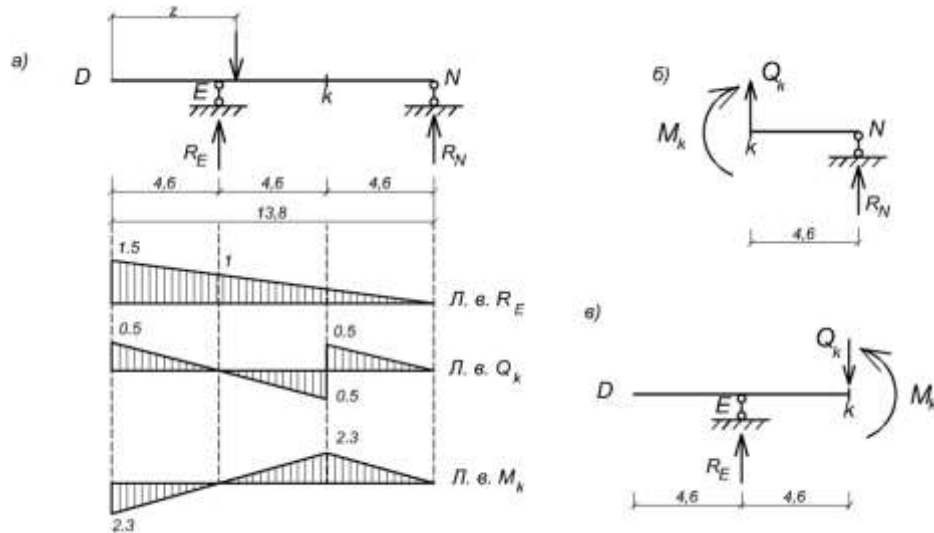

Рисунок 5
2.1. Линия влияния опорной реакции R_E (рис. 5):
Задавая абсциссами z в характерных точках, получим значения ординат линии влияния реакции R_E (рис. 5-б)
Рассмотрим равновесие правой части (рис. 5-б):
Пусть груз $F=1$ находится справа от сечения k . Рассмотрим равновесие левой части (рис.5-в):